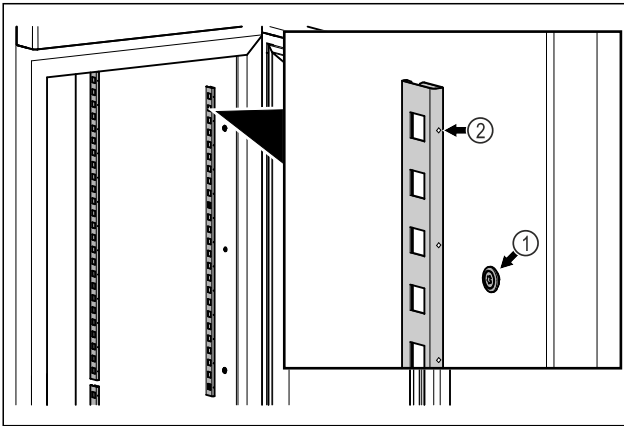

Fig. 48 Esimerkkikuva
- ▶ Kiinnitä pidikekiskot Fig. 48 (1) ripustimeen. Merkinnän Fig. 48 (2) on osoitettava eteenpäin.